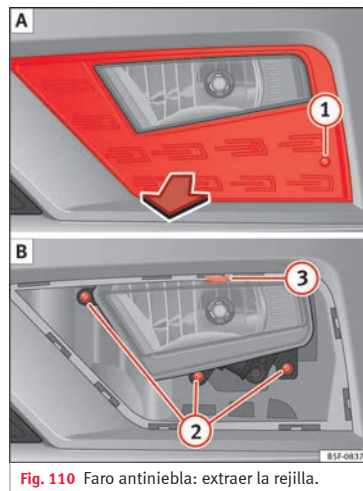
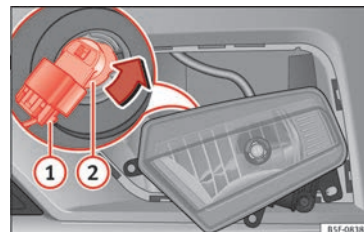

Fig. 110 Faro antiniebla: extraer la rejilla.
Fig. 111 Faro antiniebla: desmontar el portalámparas
1. Retire el tornillo » fig. 110 (1) [A] de la rejilla del faro antiniebla utilizando un destornillador y extraiga la rejilla.
2. Retire los 3 tornillos » fig. 110 (2) [B].
3. Retire la grapa metálica situada en la parte superior del faro antiniebla tirando hacia el exterior del vehículo (3) [B] y extraiga el faro antiniebla.
4. Extraiga el conector » fig. 111 (1) de la lámpara.
5. Gire el portalámparas (2) a la izquierda y tire.